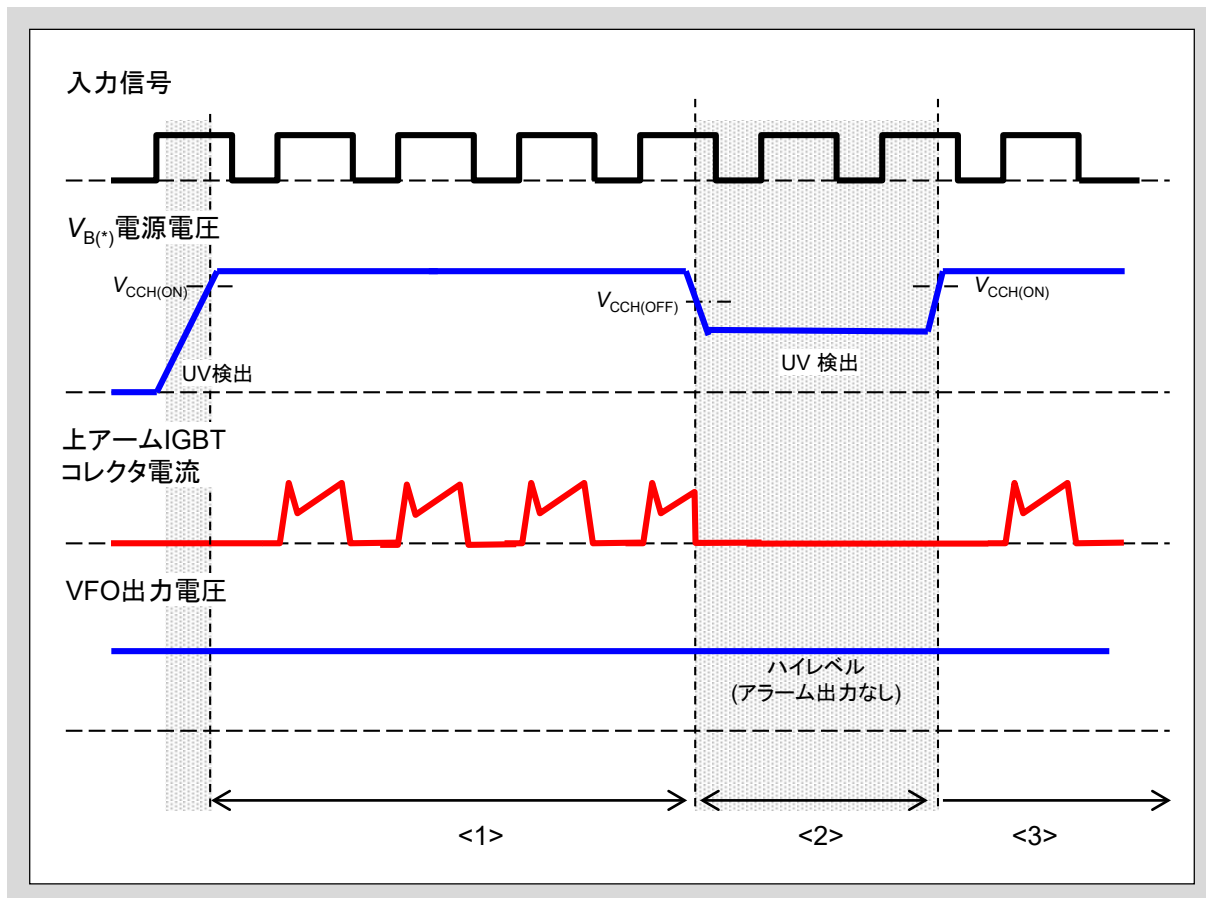

図3-5 $V_B(U, V, W)$ の低入力電圧保護動作のシーケンス(ハイサイド)
- 図3-5に $V_{B(*)}$ の低入力電圧保護動作のシーケンスを示します。